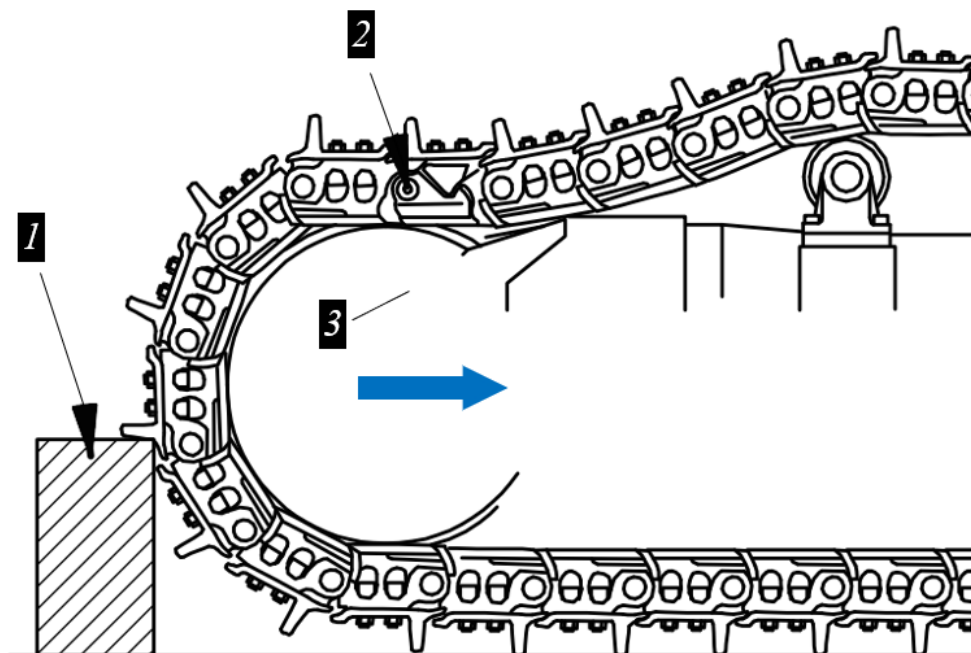

Рисунок 5.106. Процедура снятия натяжения с гусеничной цепи
- ▶ Спереди, под натяжное колесо установить подпорку 1, например, деревянный брусок рис. 5.106.
- ▶ Медленно наехать натяжным колесом 3 на подпорку 1, см. рис. 5.106.
- ▷ Замыкающие полузвенья 2 при этом должны располагаться примерно над направляющим колесом 3, рис. 5.106.